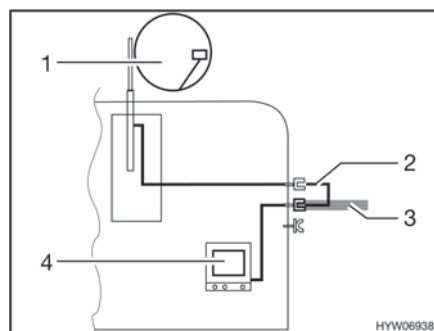

Fig. 129 TV nel veicolo
- TV nel veicolo (Fig. 129,4): Collegamento all'antenna del tetto (Fig. 129,1) con cavo di collegamento (Fig. 129,2)
- TV nel veicolo (Fig. 129,4): Collegamento a antenna esterna (Fig. 129,3)